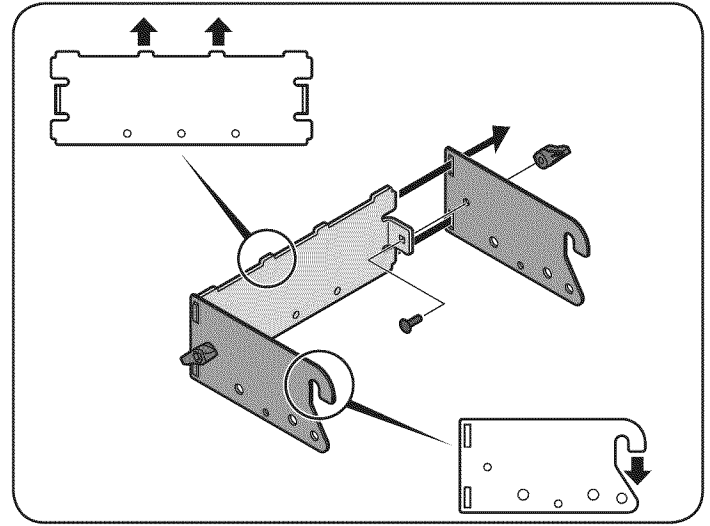

Figure 30
1. Fije los dos soportes del enganche laterales para el soporte de sujeción universal trasero con dos pernos de carruaje (710-0276) y las perillas de mariposa (720-04122) del paquete de tornillería 689-00312. Vea la Figure 30.
Note: The hooks on the side brackets should point downwards and the tabs on the rear plate point upwards as shown in Figure 30.